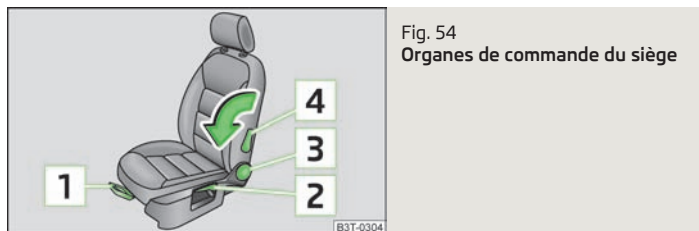

Fig. 54
- Tirez la manette **1** » fig. 54 vers le haut et poussez simultanément le siège dans la position souhaitée.